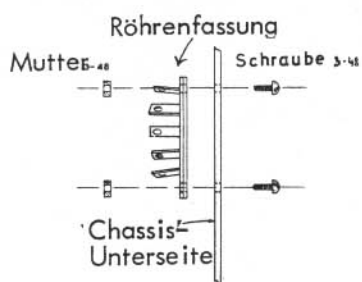

ABB. 2
HINWEIS: Bild 2 bzw. 2A zeigt die Chassis-Oberseite, Bild 3 bzw. 3A die Chassis-Unterseite des Gerätes.
- () Montieren Sie eine 9-polige Pertinax-Röhrenfassung bei V1 gemäss Abbildung 2 und Bild 3 bzw. 3A auf der Chassis-Unterseite. Verwenden Sie zur Montage Schrauben und Muttern der Grösse 3-48, jedoch ausnahmsweise keine Zahnscheiben. Achten Sie beim Einbau der Röhrenfassung auf die vorgeschriebene Lage der "Lücke" zwischen den Sockelstiften 1 und 9, die in Bild 2 bzw. 2A durch einen Pfeil gekennzeichnet ist.
- () Montieren Sie in der gleichen Weise und unter Verwendung des gleichen Befestigungsmaterials die 7-polige Pertinax-Röhrenfassung bei V2 auf der Chassis-Unterseite. Achten Sie auch hier wieder auf die Lage der "Lücke" zwischen den Lötflächen 1 und 7 der Röhrenfassung, die in Bild 2 bzw. 2A durch einen Pfeil gekennzeichnet ist.
- () Befestigen Sie die Elko-Montageplatte mit Hilfe von Schrauben und Muttern der Grösse 6-32 und zweier Zahnscheiben Nr. 6 bei C7 auf der Chassis-Oberseite (siehe Bild 2 bzw. 2A). Achten Sie dabei auf die richtige Einbaulage der Platte in Bezug auf die beiden Schränkflaschen-Slitze U und W, die in Bild 3 bzw. 3A zu erkennen sind.
- () Bringen Sie in der gleichen Weise den Drehumschalter bei S1 an der Chassis-Vorderwand an. Verwenden Sie hierbei eine Regler-Zahnscheibe zwischen Schalter und Chassisblech. Achten Sie beim Einbau des Schalters auf die aus Bild 2 bzw. 2A ersichtliche Lage der Lötfahnen.